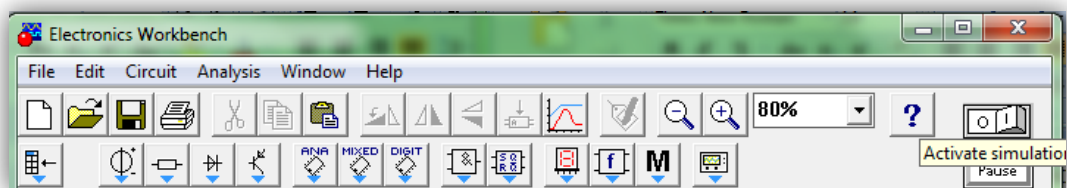

Рисунок 6 – Кнопка активизации схемы (Activate simulation)
6. После того, как построена схема и проведены все настройки элементов, необходимо нажать клавишу на верхней панели компонентов Activate simulation (рисунок 6), чтобы активизировать схему.
5. Для активизации схемы необходимо нажать кнопку Activate simulation (рисунок 6).